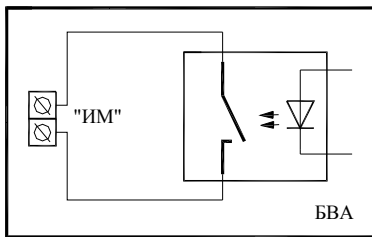

Рис.4.
**3.1.3.1 Выход типа оптореле (рис. 4.)** – дискретный выход типа «сухой» контакт, имеет гальваническую развязку со схемой прибора и применяется для управления реле, тиристорными и семисторными ключами и т.д.